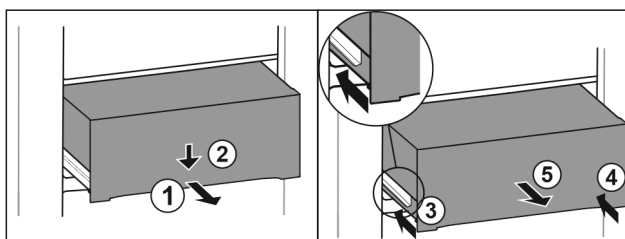

Fig. 91
- ▶ Wyciągnąć szufladę do połowy. Fig. 91 (1)
- ▶ Popchnąć szufladę z przodu w dół. Fig. 91 (2)
- ▶ Wsunąć lewą szynę o ok. 2 cm. Fig. 91 (3)
- ▶ Wsunąć prawą szynę o ok. 2 cm. Fig. 91 (4)
- ▶ Wyjąć szufladę do przodu. Fig. 91 (5)